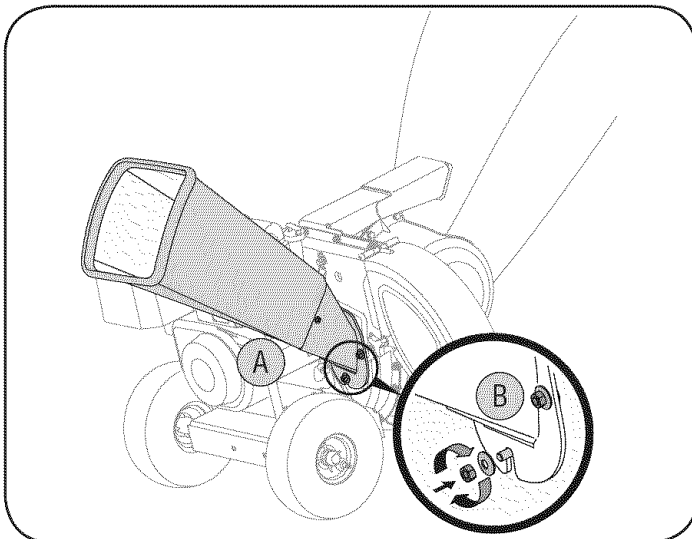

Figura 6
- b. Ajuste el canal de la cortadora con tres arandelas curvas (con el lado curvo contra el canal de la cortadora) y con las tuercas hexagonales que había sacado anteriormente. No ajuste las tuercas en este momento. Vea la Figura 6.